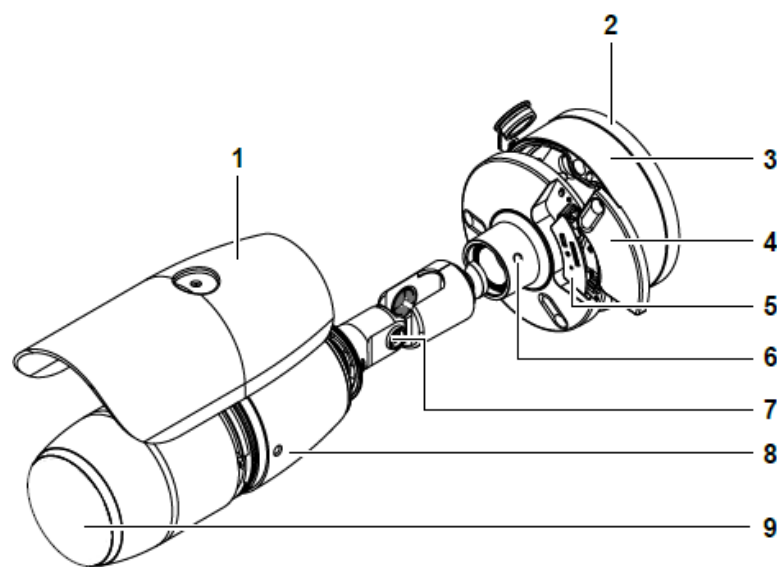

Figure 1
Composants de la caméra : Figure 1
4. Maintenir la plaque de montage (2) (Figure 1) contre la surface et aligner les trous de la plaque avec les trous de fixation de 5 mm de diamètre. Fixer solidement la plaque de montage à la surface de montage correspondante au moyen des quatre vis.
5. Retirer les trois vis présentes sur la base de la caméra (3) (Figure 1) pour retirer la caméra de la base.
10. Fixer solidement le corps de la caméra (8) (Figure 1) à la base de la caméra au moyen des trois vis.
- Retirer la vis (6) (Figure 1) et incliner le corps de la caméra.
- Dévisser les vis de serrage situées sur le cache du pare-soleil (1) (Figure 1) pour le déplacer d'avant en arrière sur le corps de la caméra.